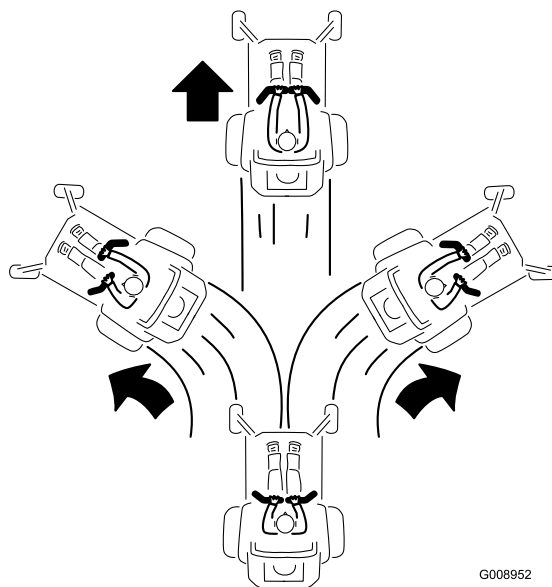

Figura 28
2. Para andar para frente empurre as alavancas de controlo do movimento lentamente para a frente (Figura 28).